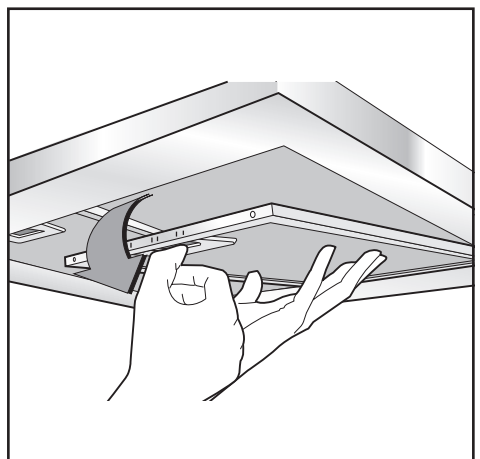

Fig.5
• La distanza minima fra la superficie di supporto dei recipienti di cottura sul dispositivo di cottura e la parte più bassa della cappa da cucina deve essere di almeno **65 cm**. Se dovesse essere usato un tubo di connessione composto di due o più parti, la parte superiore deve essere all'esterno di quella inferiore. Non collegare lo scarico della cappa ad un condotto in cui circoli aria calda o utilizzato per evacuare fumi degli apparecchi alimentati da un'energia diversa da quella elettrica. Prima di procedere alle operazioni di montaggio, per una più facile manovrabilità dell'apparecchio disinserire il filtro/i antigrasso (Fig.5).